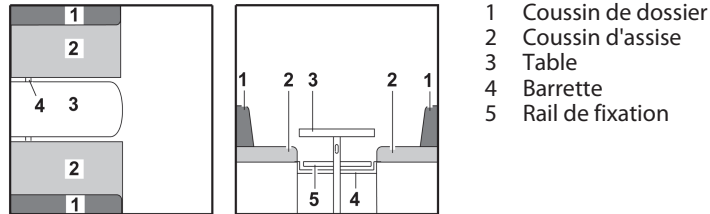

Fig. 67 Avant la transformation
- Convertir la table (Fig. 67,3) en sommier de lit (voir paragraphe 7.8).
- Insérer la baguette (Fig. 67,4) ou tirer vers le centre. La baguette est positionnée correctement si elle maintient le plateau de table directement derrière le pied de table.